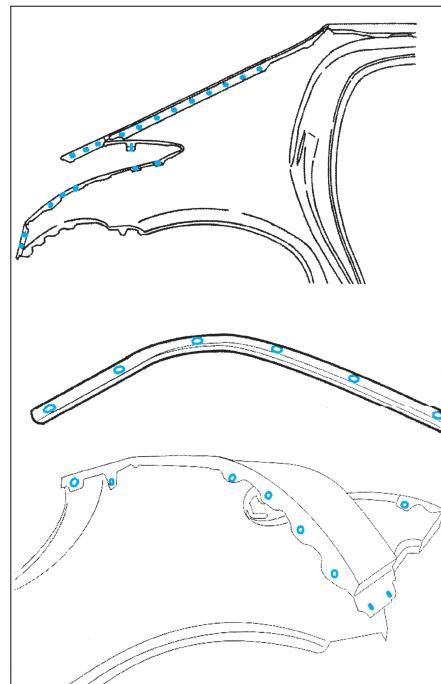

FIG. 118
- Percer sur le pourtour de l'aille et le jet d'eau des trous de Ø 6,5 mm pour soudage ultérieur par points bouchons (Fig.118).